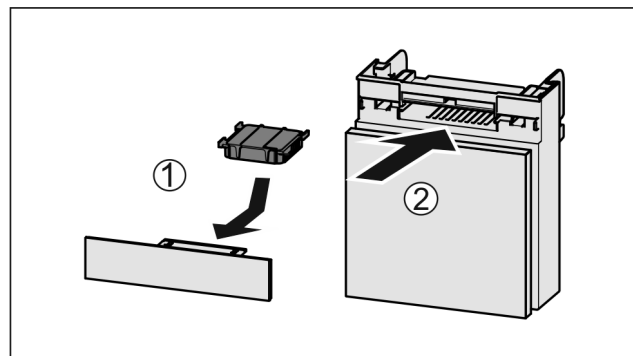

Fig. 180
- Umetnite filter s aktivnim ugljenom kao što je prikazano na slici Fig. 180 (1).
- Umetnite pretinac Fig. 180 (2).